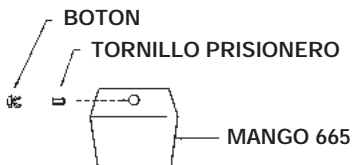

FIGURA 5
- E) Una vez que el tiempo del ciclo sea satisfactorio, trabe el mango en su sitio asegurándose de que el tornillo prisionero esté fijado firmemente en la muesca en el vástago. (Figura 5) Si se usa un mango de tipo 665, recuerde insertar el botón de posicionamiento de color.